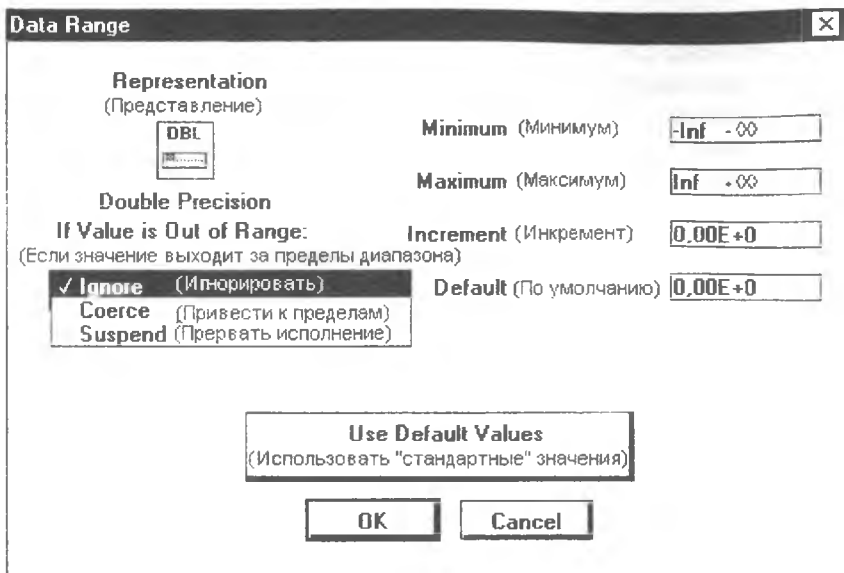

Рис. 3.6. Форма ввода "Data Range..."
2. "Data Range..." ("Пределы числовых значений") позволяет управлять предельными значениями величин, генерируемых или отображаемых объектом. Вид соответствующей формы ввода приведен на рис. 3.6.